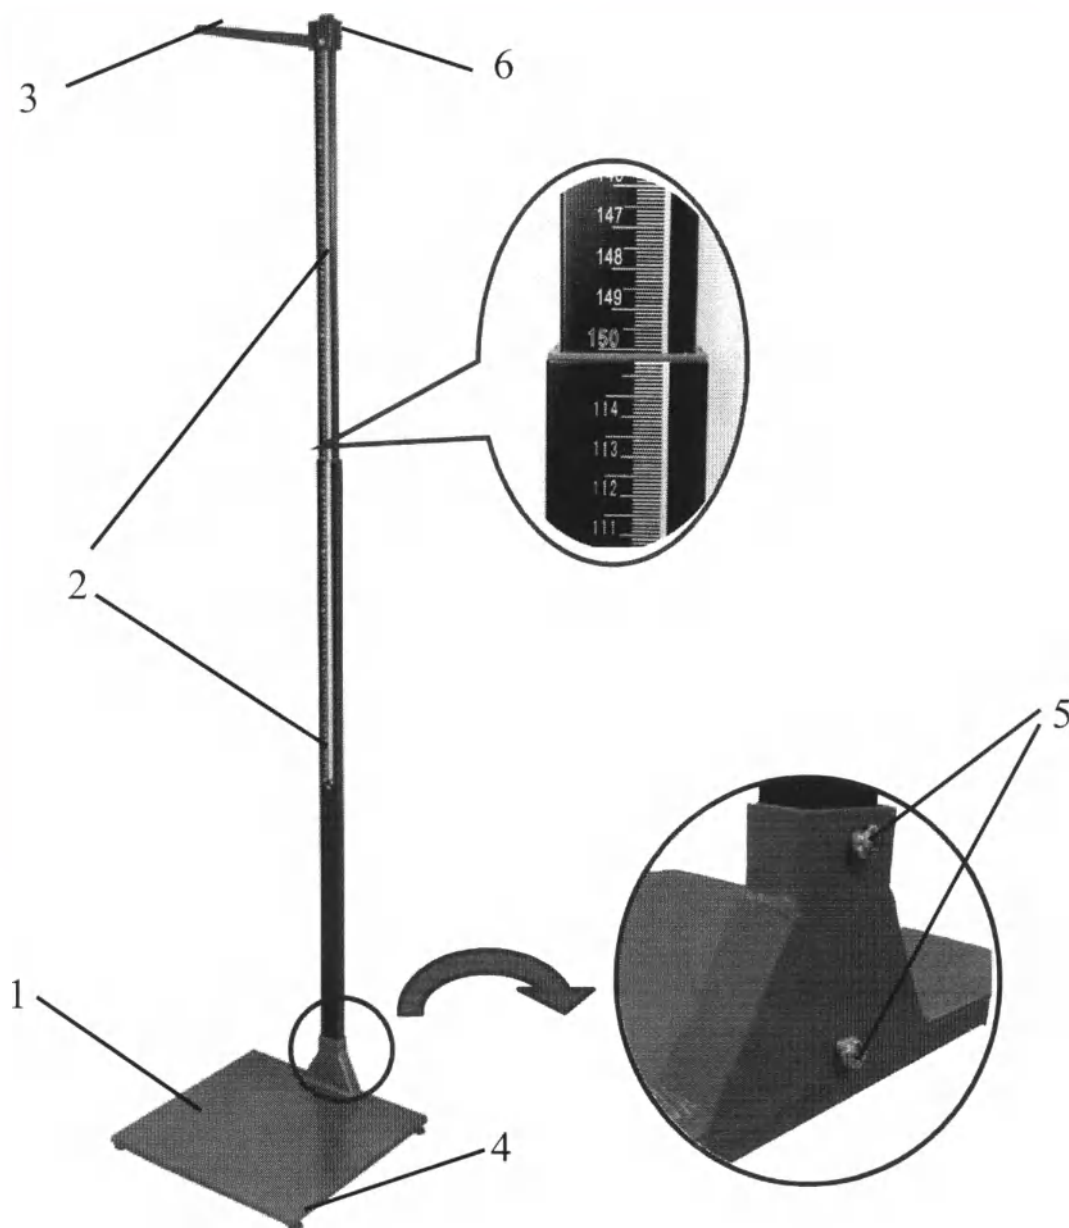

Рис. 2
2.1.2 Выберите место предполагаемого размещения ростомера МР-01. Установите основание 1 на прочную, ровную поверхность, не подвергаемую вибрации, добейтесь устойчивого положения с помощью регулируемых опор 4 (см. рис.2).
- 2) Пациент становится на основание поз. 1 Рис. 2 и 3 (для ростомеров МР-01 и МР-01/С), на платформу весов (МР-02) либо на пол (МР-03), касаясь вертикальной стойки ягодицами и межлопаточной областью.
- 3) Опустите стойку ростомера поз.2 Рис. 2 до касания планки поз. 3 Рис. 2 с поверхностью головы пациента.
- 4) Считывание показаний измерения производится на пересечении стойки см. Рис. 2.
- 1) Опустить стойку ростомера 2 (рис. 2), вниз до упора, разложить мерную планку, чтобы она заняла горизонтальное положение относительно основания.
- 3) Опустите стойку ростомера поз. 2 Рис. 2 до касания планки поз. 3 Рис. 2 с поверхностью головы пациента.
- 4) Считывание показаний измерения производится на пересечении стойки см. Рис. 2